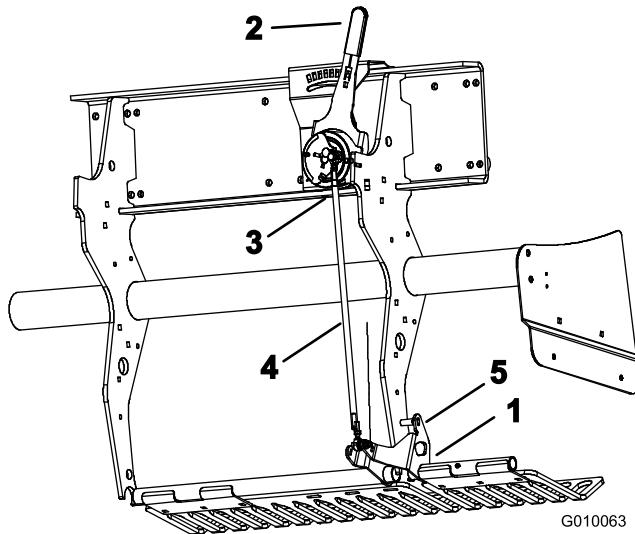

Figure 58
1. Tournez le support de fixation du protège-gazon gauche (Figure 58) jusqu'à ce que la goupille de sécurité (mèche ou vis de 5/16) puisse être introduite entre le support et le tube de réglage de profondeur soudé au châssis.
2. Placez le levier de protection du sol (Figure 58) à la position "H" (profondeur maximale).
3. Débranchez le commutateur sphérique (Figure 58) du faisceau de câblage (commutateur d'abaissement de tête).
4. Desserrez les écrous de blocage (gauche et droit) sur la biellette de réglage de profondeur (Figure 58).